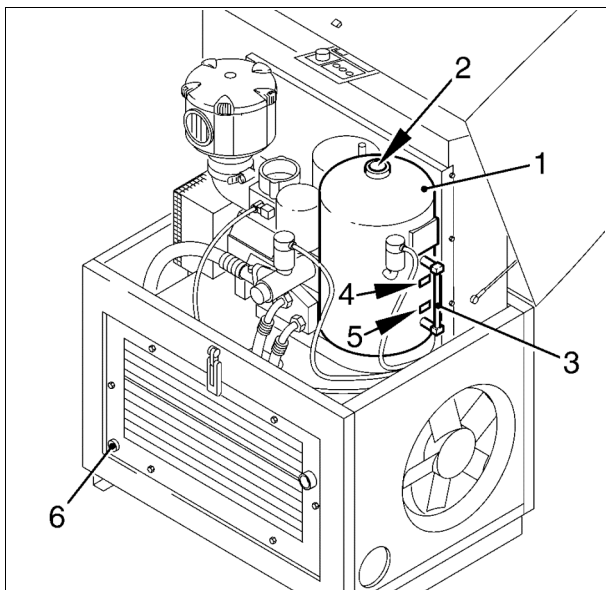

Bild 17
- Verschlusschraube der Ölbefüllung (- 2 - Bild 17) langsam öffnen, um den Schraubenkompressor bei vorhandenem geringen Restdruck im System zu entlasten
- Ölablass (- 6 - Bild 17) für Druckbehälter und Ölkühler öffnen
- Öl bis zur Markierung „Maximaler Ölstand“ (- 4 - Bild 17) einfüllen (L07-L11 ca. 5 Liter, L15-L22 ca. 6 Liter)
- Der Ölstand muss innerhalb der auf dem Ölbehälter angebrachten Markierungen Maximaler Ölstand (- 4 - Bild 17) und Minimaler Ölstand (- 5 - Bild 17) liegen.